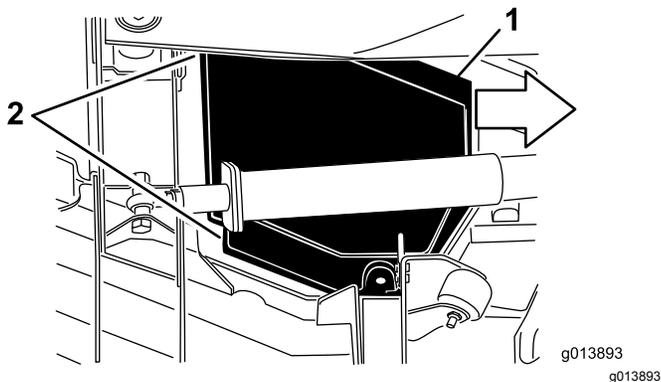

Figure 75
5. Tout en soulevant le capot, faites-le glisser vers le groupe de déplacement d'environ 2,5 cm pour dégager le bord du capot extérieur du plateau (Figure 75).